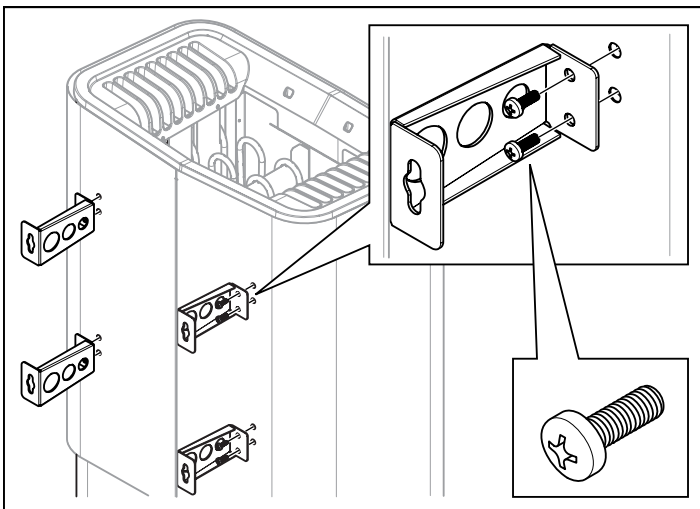

Fig. 10: Monter les supports sur le poêle
8. Déposer les deux premières vis de la face arrière du poêle et visser l'un des quatre supports. Répéter l'opération jusqu'à ce que tous les supports soient en place, voir la figure 10.